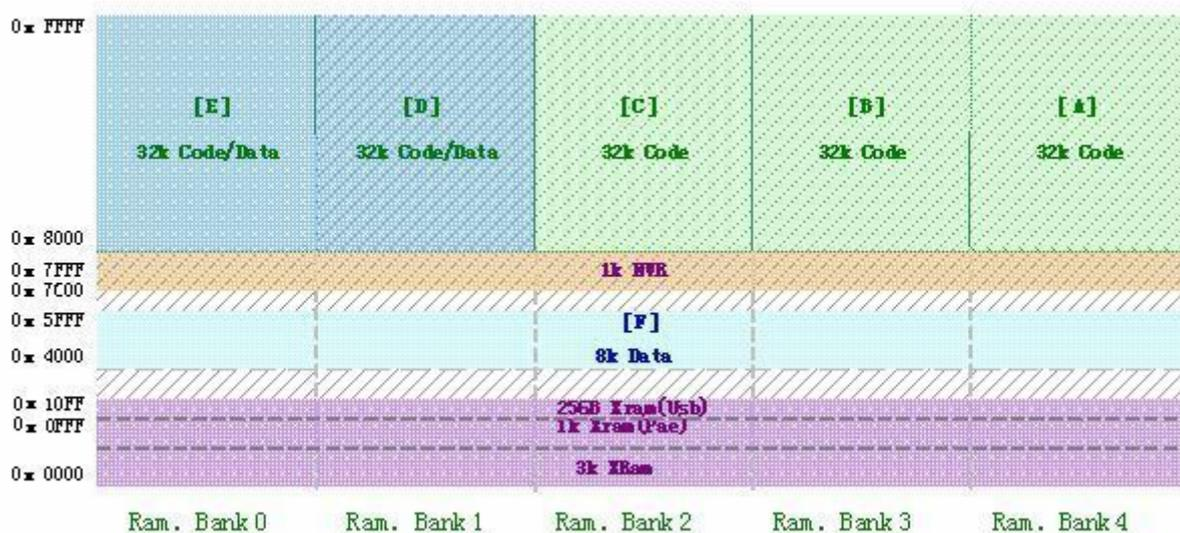

图 4-2 Ramx Bank Assignment Map
Z8D168 的Ramx存储器空间分配如图 4-2 Ramx Bank Assignment Map所示:
- 2、 RAM Map映射如图 4-2 Ramx Bank Assignment Map所示, 由表 4-2 Ramx 地址分配表可见在Ramx Space上, 高 32k寻址空间 (RAMX: 0x8000 ~ 0xFFFF) 为Ramx Bank Window, 可通过配置RAMBANK来切换不同的Memory Block。